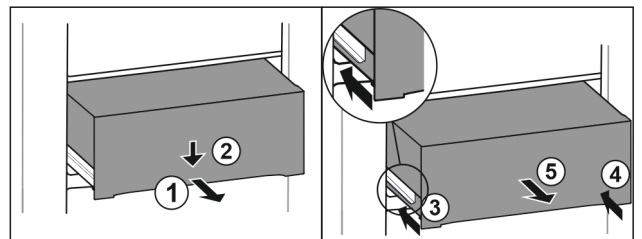

Fig. 212
- Schubfach halb herausziehen. Fig. 212 (1)
- Schubfach an der Vorderseite nach unten drücken. Fig. 212 (2)
- Linke Schiene etwa 2 cm einschieben. Fig. 212 (3)
- Rechte Schiene etwa 2 cm einschieben. Fig. 212 (4)
- Schubfach nach vorne entnehmen. Fig. 212 (5)